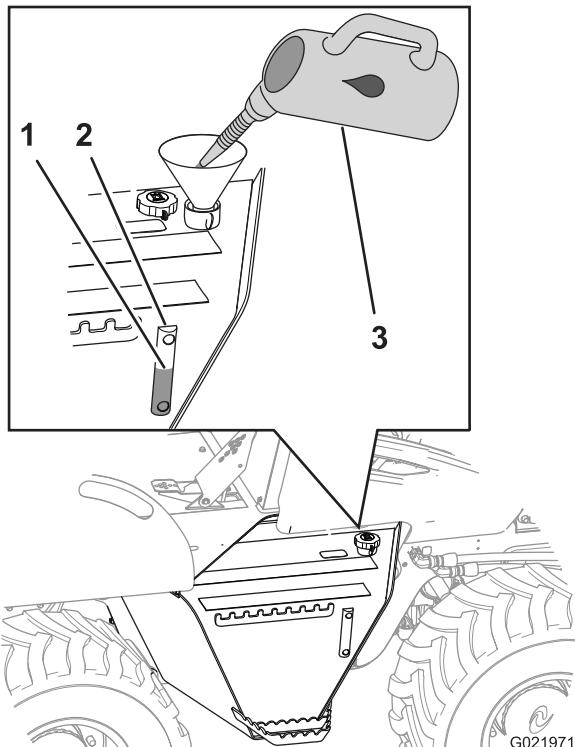

Figure 22
3. Contrôlez le niveau de liquide hydraulique dans le regard de niveau situé sur le côté du réservoir hydraulique (Figure 22).
4. Si le niveau de liquide hydraulique est en dessous du repère minimum, enlevez le bouchon de remplissage/reniflard (Figure 22), ajoutez la quantité requise du liquide spécifié pour faire monter jusqu'au repère maximum, puis remettez le bouchon de remplissage/reniflard en place.